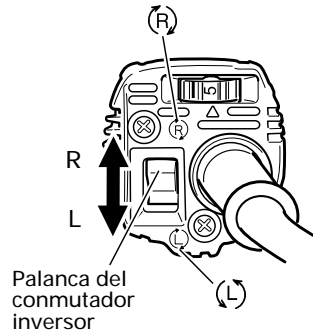

Fig. 3
8. Confirmar la dirección de rotación de la broca. (Fig. 3)